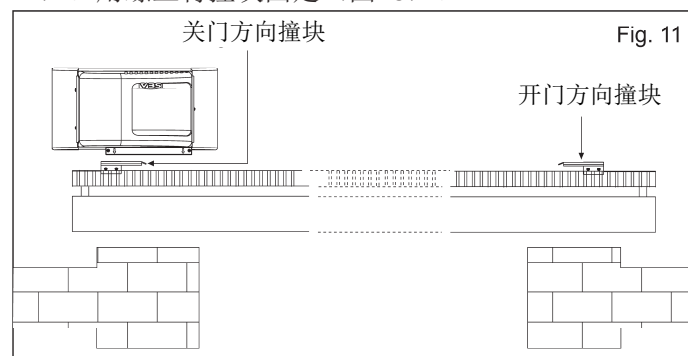

Fig. 11
6.1. 按以下说明调整开门位置的限位开关（图11）：
6.2. 按以下说明调整关门位置的限位开关（图11）：